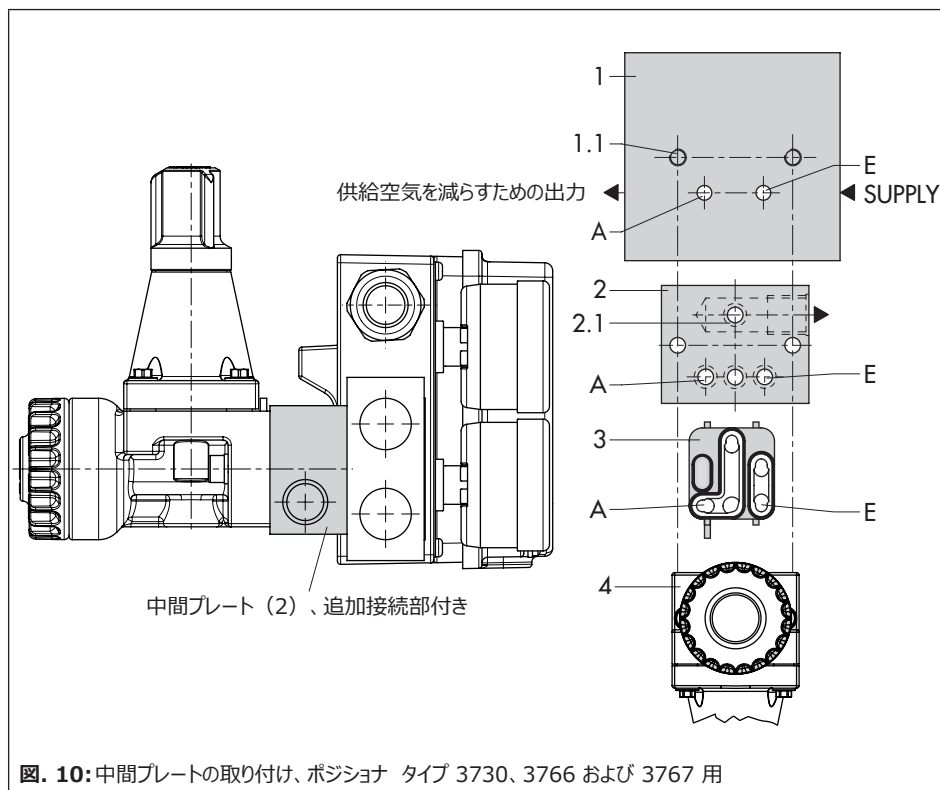
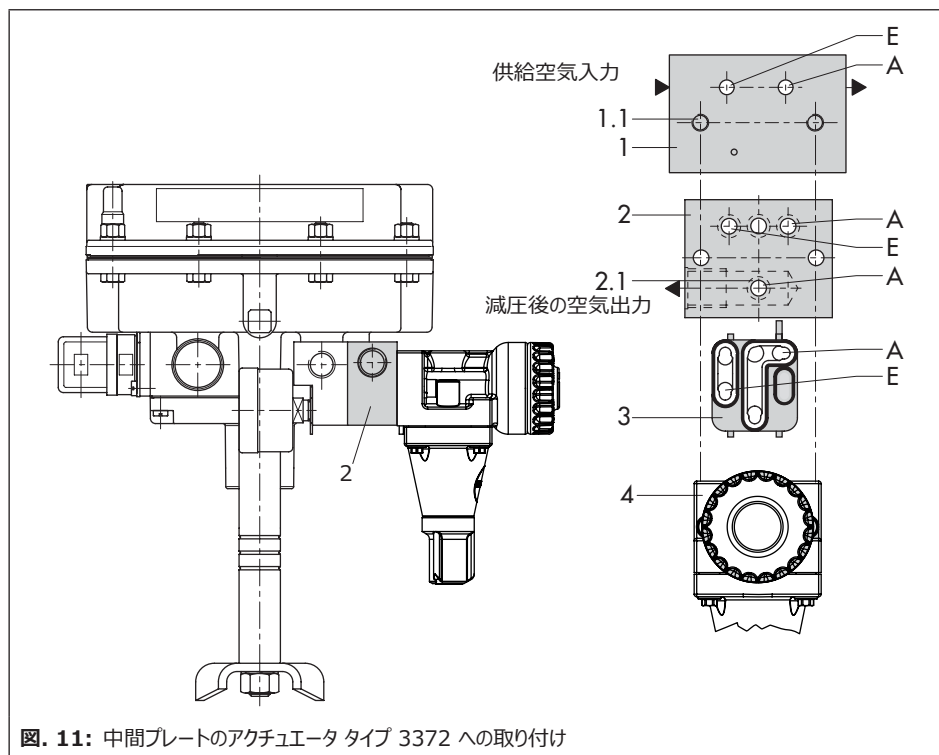

図. 10: 中間プレートの取り付け、ポジション タイプ 3730、3766 および 3767 用
図. 11: 中間プレートのアクチュエータ タイプ 3372 への取り付け
- ➔ 分流ガasket（3）の長いゴム製の突起部分が、常にレギュレータの出口方向に向くようにしてください（供給圧の低下）。「図. 10」および「図. 11」を参照してください。